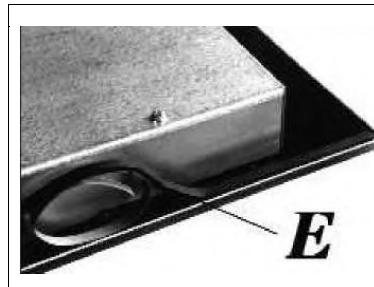

FIG.11
- Volte a placa e coloque devidamente o lado adesivo da junta "E" (fig.11) debaixo do rebordo de maneira que o lado externo da junta coincida perfeitamente com o bordo perimétrico do vidro. Os extremos das tiras da junta devem encaixar-se sem sobreposição.